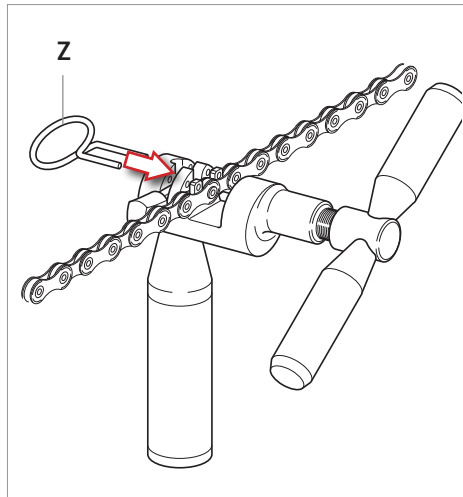

Fig.17
- Insérez le maillon à fermer dans les sièges prévus à cet effet (Fig. 17).
- Bloquez le maillon à l'aide du dispositif de blocage prévu à cet effet (Z - Fig. 17).